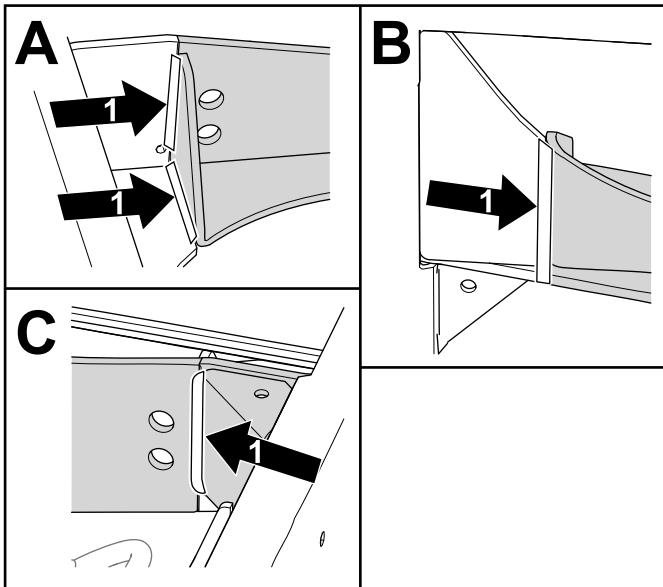

Рисунок 15
- Приварите опору моста к раме в местах, показанных на Рисунок 15. Повторите эти действия на другой стороне.